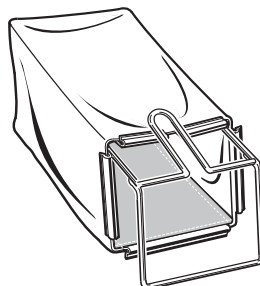

Fig. B2
3. Assemblez les fixations supérieures au cadre comme illustré dans la Fig. B2, puis assemblez les deux fixations des deux côtés et la fixation inférieure en dernier.